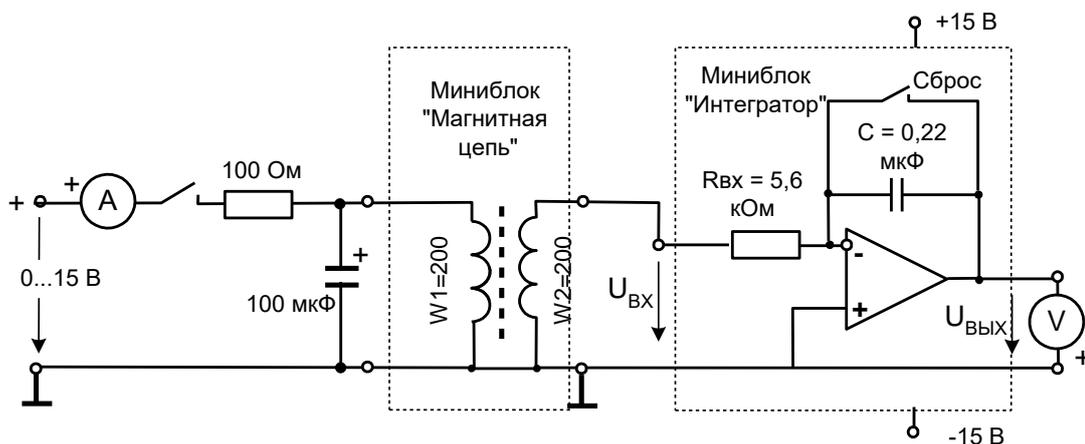
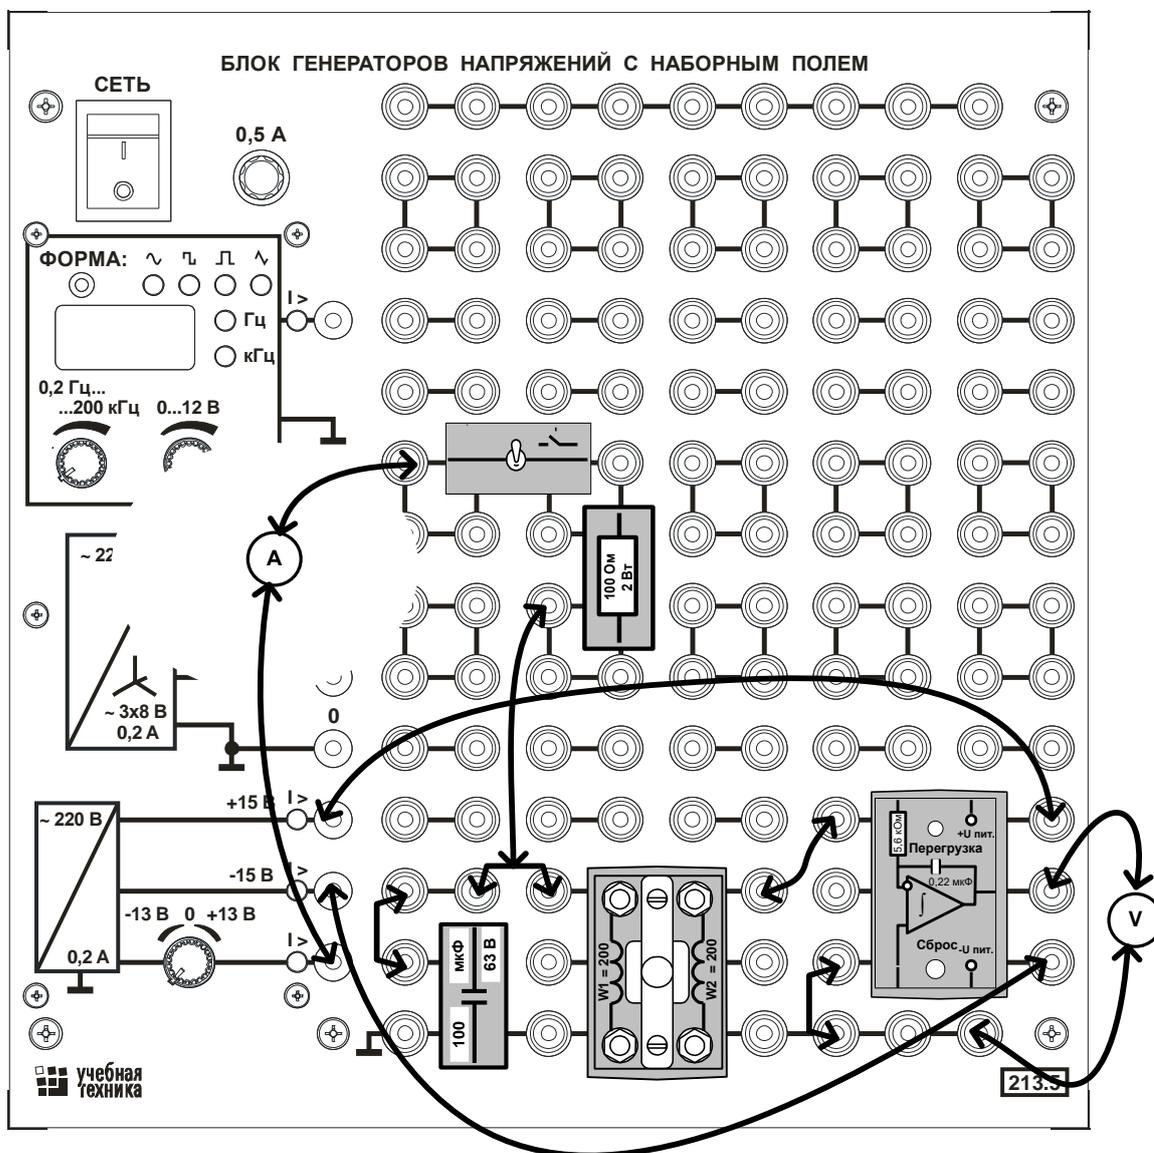

Рис.7.1
Рис.7.5
Принципиальная схема лабораторной установки показана на рис. 7.1. Конденсатор 100 мкФ включён параллельно катушке $W1$ для предотвращения перенапряжений при отключении цепи и более плавного нарастания напряжения при включении.
- Соберите электрическую цепь согласно принципиальной схеме (рис. 7.1) и монтажной схеме (рис. 7.5). Конденсатор 100 мкФ в этой цепи установлен для